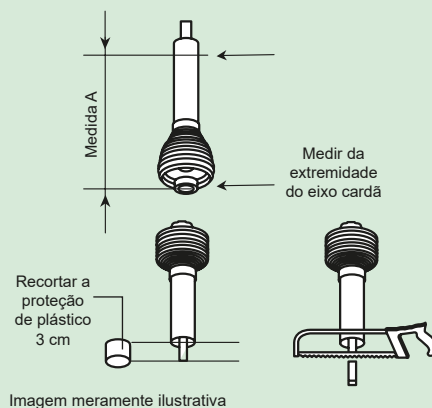

Figura 5
- ✓ A medida encontrada entre os eixos da tomada de força deve ser dividida por 1,3. O valor dessa divisão indicará a medida A, marque o eixo cardã com a medida A e corte a sobra, conforme indicação na Figura 5.
- ✓ Após concluir o corte total, marque a proteção de plástico do cardã macho e fêmea e retire 3 centímetros somente da proteção de plástico, cortando com uma serra, deixando o eixo cardã com a ponta exposta, conforme indicação na Figura 5.